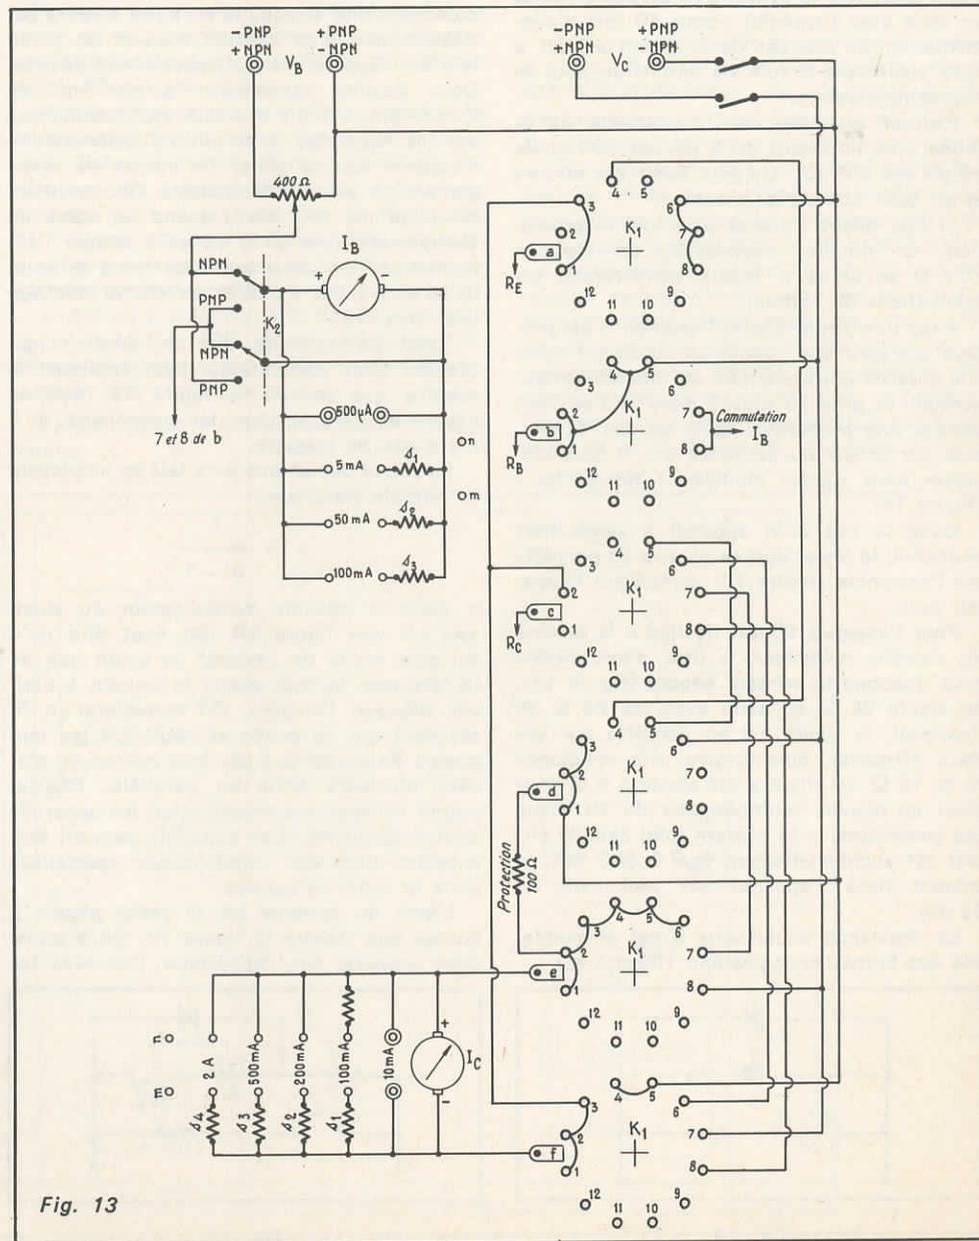
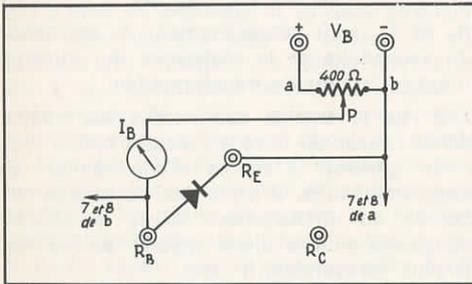

Fig. 13
Fig. 21
La face « connexion » est montrée à la figure 13, les composants étant vus par transparence (réelle ou supposée). Les deux figures 12 et 13 sont évidemment symétriques par rapport à un axe horizontal ZZ' que nous avons indiqué sur la figure 13, la figure 12 étant au-dessus de celle-ci.
- 4° préparer des points-relais PR1, PR2 et PR3 visibles sur figure 13 ;
Pour simplifier les commutations, on a tout simplement admis que l'on connecterait les arrivées d'alimentations dans la polarité exigée par le type de transistor à essayer. (Sur le schéma les douilles citées pour la face avant ne sont pas figurées, c'est une connexion directe) schéma général : figure 13.
Dégageons du schéma général donné figure 13 la figure 21 qui montre la disposition du circuit pour le relevé de la caractéristique directe d'une diode. Un élément $1,4 \text{ V}$ est connecté en V_D le $+$ au $+$; K_1 et K_2 sont placés sur NPN (n° 8). Un contrôleur sur sensibilité 3 V est relié aux bornes R_E, R_B, R_C . Les fils de la diode sont enfilés dans les logements E et B d'un support de transistor ou serrés sous les bornes respectivement la cathode en R_E et l'anode en R_B .